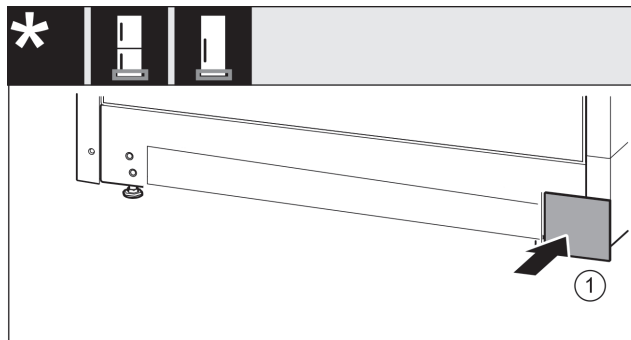

Fig. 22
- ▶ Nasadte kryt Fig. 22 (1) opäť na druhej strane.